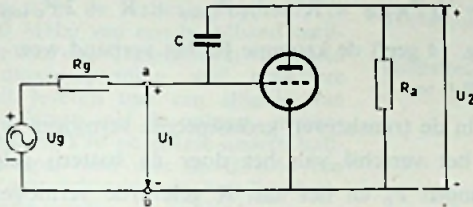

Fig. 11
② In fig. 11 is een wisselstroomschema van een triode-versterker aangegeven. Tussen rooster en anode is een condensator met een capaciteit C aangebracht (inwendige buiscapaciteiten mogen worden verwaarloosd.) De buis heeft een steilheid S en een inwendige weerstand R_i . De schakeling wordt gestuurd uit een generator met een e.m.k. U_g en een inwendige weerstand R_g .